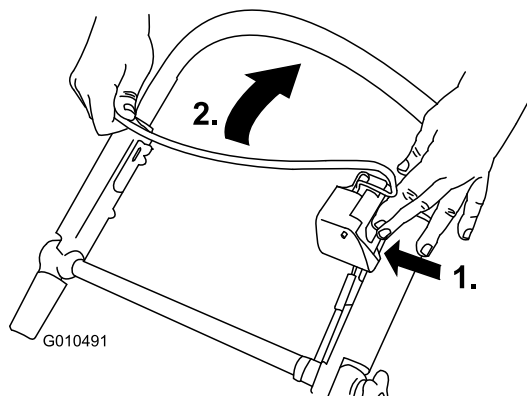

Figura 22
1. Premete il pulsante di comando della lama e tirate la barra di comando della lama verso la stegola (Figura 22).